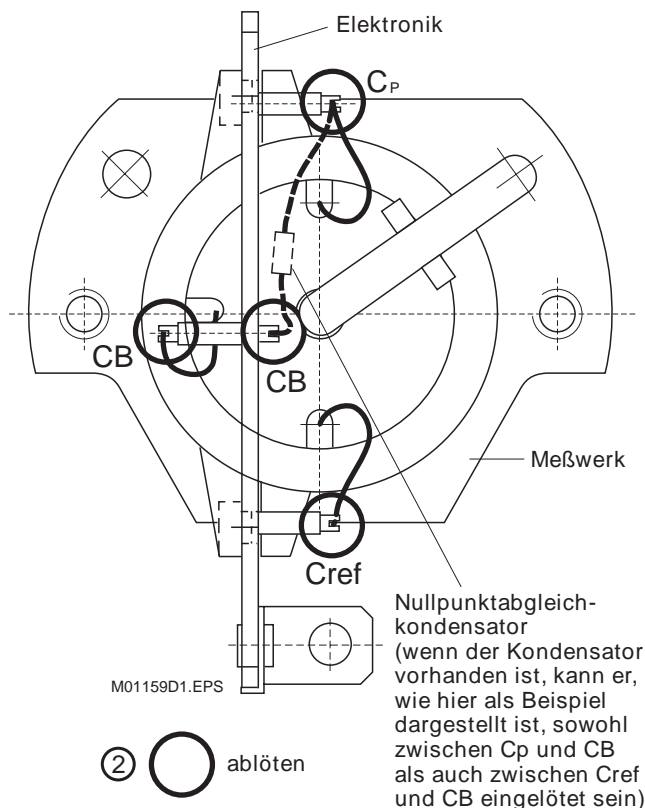

Bild 25.
2. Verdrahtung zwischen Meßwerk und Elektronik an der Elektronikplatine ablöten (Bild 25) - Lötstützpunkte: **Cref**, **Cp** und **CB** (u.U. 2-fach).